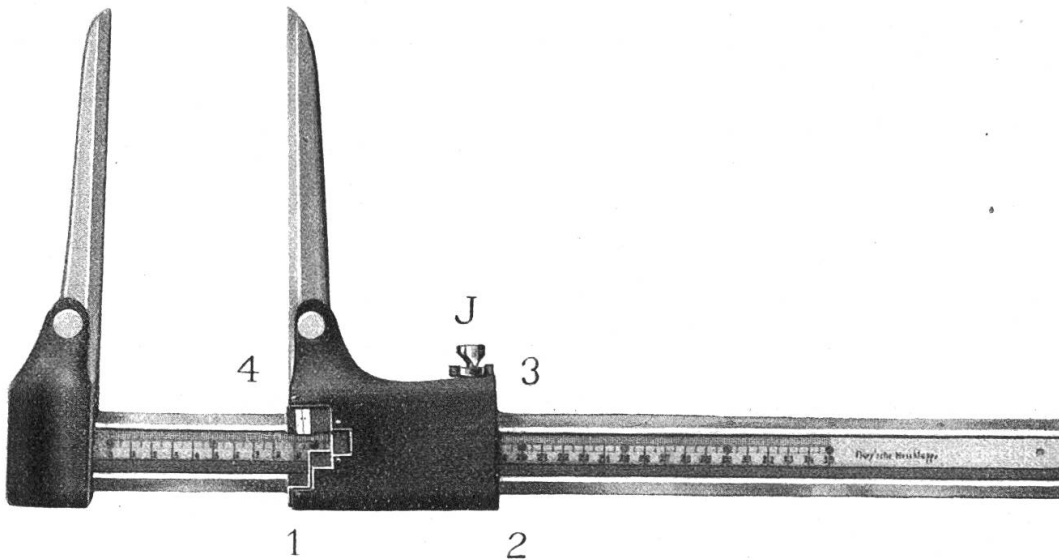

Abb. 1. Flurnsche Meßkluppe
1. Fall, Fig. 1. Der Stamm St wird mit der sich beim Zug selbst schließenden Zange Z gefaßt, welche durch einen Haken mit dem Drahtseil S (Zugseil) verbunden wird. An einem ungefähr in der Zugrichtung und jenseits des Weges stehenden Baumstamm B wird das Bindedrahtseil befestigt und die Rolle R angehängt. Über diese Rolle gleitet das
Im Jahre 1913 hat Dr. Ph. Flurn eine neue Kluppe konstruiert (Abb. 1), die allen Anforderungen, welche an ein solches Instrument gestellt werden können, entsprechen dürfte. (Vgl. „Zeitschrift“ 1913, S. 89.)